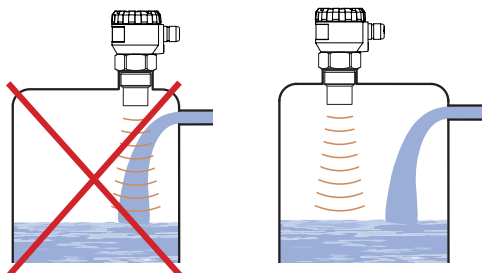

Рис. 7: Инсталляция измерителя уровня вне зоны досягаемости заполняющего потока
- Не устанавливать измеритель уровня в месте или над местом заполнения (рис. 7). Запускаемая среда может оказывать влияние на измерение, и измерение уровня материала не происходит.